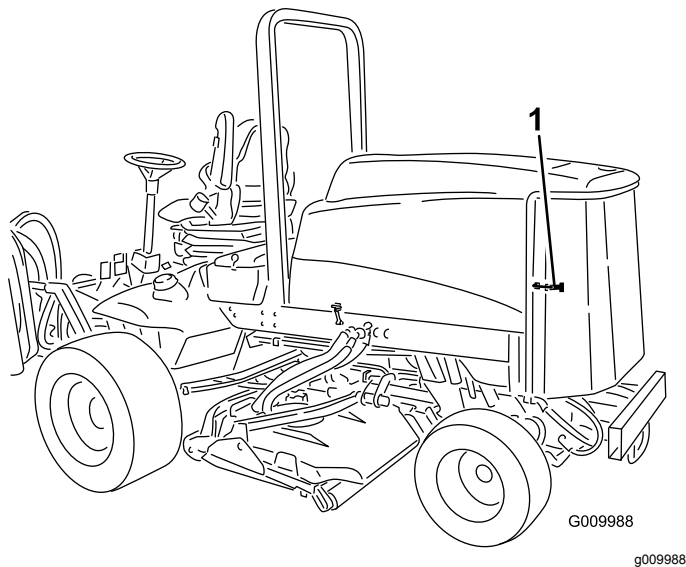

Figure 51
1. Déverrouillez et ouvrez la grille arrière (Figure 51). Nettoyez soigneusement la surface de la grille.